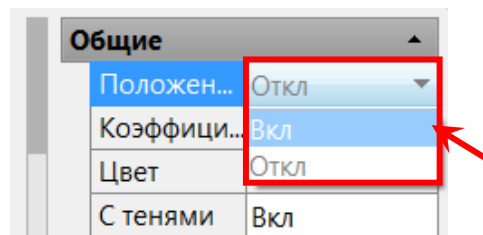

Рис. 6.7
13. В окне настроек солнца в поле **Положение** выбрать из списка **Вкл** (рис. 6.7), и при появлении вопроса о режиме освещения видового экрана (*общего освещения*) выбрать вариант **«Сохранить освещение по умолчанию включенным»**.